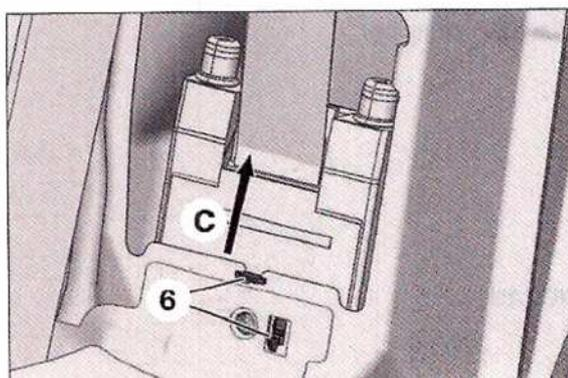

FIG. 20
• Desbloquear las pestañas de sujeción (6) según (c) (Fig.20).